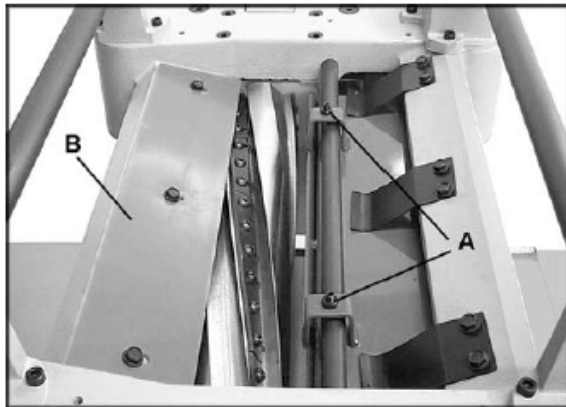

Рис. 28
2. Ослабьте контргайки (А, см. Рис. 28) с двух сторон стружколомателя и прокрутите установочные винты, чтобы поднять или опустить стружколоматель. Установочные винты следует прокручивать на одинаковое количество оборотов.
3. Когда стружколоматель коснется мерного блока, затяните обе контргайки (А, см. Рис. 28).
Щиток (В, см. Рис. 28) предотвращает попадание стружки на ролик разгрузки. Щиток следует установить на расстоянии приблизительно равном 1,6-3 мм от лезвия ножа. Удостоверьтесь, что передний край щитка скошен и повторяет форму строгального вала.